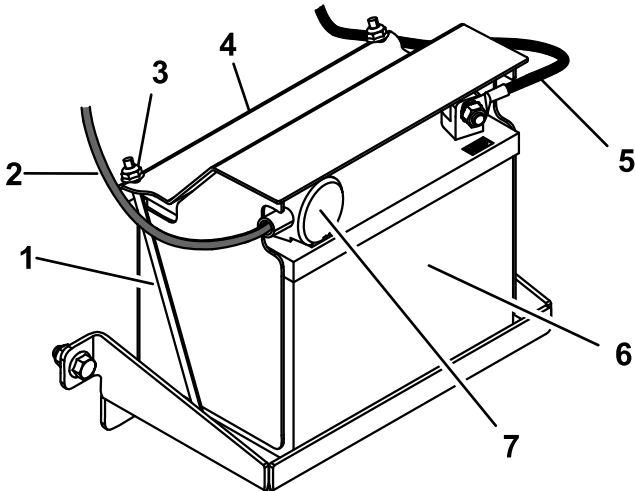

Figura 29
1. Coloque la batería en la bandeja y sujételo con la tapa de la batería, 2 varillas de sujeción, y 2 tuercas (Figura 29).
4. Deslice la cubierta de goma roja sobre el borne positivo de la batería (Figura 29).